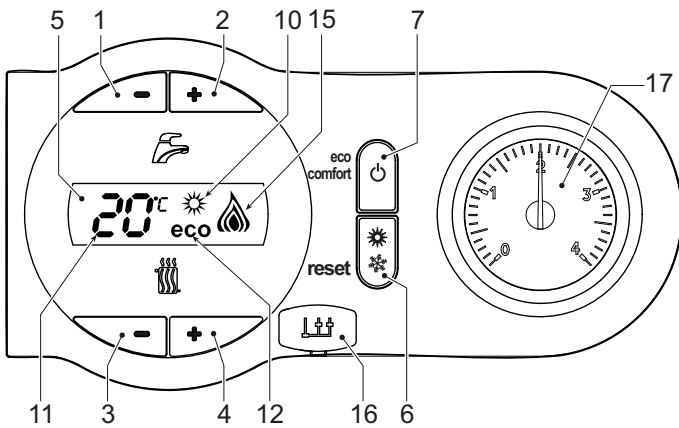
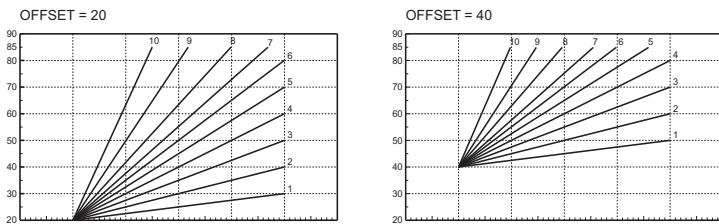

рис. 1 - Панель управления
рис. 6 - Пример параллельного смещения компенсационных характеристик
**Условные обозначения на панели управления рис. 1**
Во время запроса на отопление (направляемого комнатным термостатом или пультом ДУ с таймером)на дисплее отображается фактическая температура в контуре отопления (поз. 11 - рис. 1) и во время ожидания отопления - надпись "d2"
Во время запроса на ГВС (вызываемого потреблением горячей воды ГВС)на дисплее отображается фактическая температура выходящей горячей воды ГВС (поз. 11 - рис. 1) поочередно с надписью "SA" (ГВС) и во время ожидания подачи горячей воды - надпись "d1".
В случае неисправности (см. сар. 4.4) на дисплее отображается код неисправности (поз. 11 - рис. 1) и во время ожидания - надписи "d3" и "d4".
Нажмите кнопку "Вкл/Выкл" (поз. 7 - рис. 1) на 5 секунд.
Когда котел выключен, на электронный блок продолжает подаваться электрическое питание. При этом не происходит нагрева воды для систем отопления и ГВС. Остается активной система защиты от замерзания. Для повторного включения котла снова нажмите кнопку "Вкл/Выкл"(поз. 7 рис. 1) на 5 секунд.
Нажмите кнопку "Лето"/"Зима" (поз. 6 - рис. 1) на 2 секунды.
На дисплее высветится символ "Лето" (поз. 10 - рис. 1); При этом котел будет вырабатывать только воду для ГВС. Остается активной система антизамерзания.
Для выключения режима "Лето" вновь нажмите кнопку "Лето"/"Зима" (поз. 6 - рис. 1) на 2 секунды
Температура в системе отопления регулируется в пределах от 30°C до 85°C с помощью кнопок рис. 1 (дет. 3 и 4 - ); однако, не рекомендуется эксплуатировать котел при температуре ниже 45 °C.
Температура рис. 1в системе ГВС регулируется в пределах от 40°C до 50°C с помощью кнопок (поз. 1 и 2 - ).
Данное устройство может быть отключено пользователем (режим ECO), нажав клавишу eco/comfort (поз. 7 - рис. 1). При работе в режиме ECO на дисплее высвечивается соответствующий символ (поз. 12 - рис. 1). Для включения режима "КОМФОРТ" снова нажмите кнопку "Экономичный"/"Комфорт" (поз. 7 - рис. 1).
В режиме плавающей температуры величина, заданная с помощью кнопок регулировки температуры в системе отопления (Поз.3 - рис. 1), становится максимальной температурой воды, подаваемой в систему отопления. Рекомендуется устанавливать ее на максимальную величину, чтобы позволить системе выполнять регулировку во всем полезном рабочем диапазоне.
При нажатии на 5 секунд кнопки "**СБРОС**" (поз. 6 - рис. 1) открывается доступ в меню "Плавающая температура"; при этом на дисплее мигает символ "CU".
Используйте кнопки регулировки воды ГВС (поз. 1 - рис. 1) для выбора нужной компенсационной характеристики от 1 до 10. При установке характеристики на 0, режим "плавающей температуры" отключается.
При нажатии кнопок регулировки температуры отопления (поз. 3 - рис. 1) открывается доступ к параллельному смещению характеристик; при этом на дисплее мигает символ "OF". Используйте кнопки регулировки воды ГВС (поз. 1 - рис. 1) для параллельного изменения кривых в соответствии с характеристикой (рис. 6).
При повторном нажатии на 5 секунд кнопки "**Сброс**" (поз 6 - рис. 1) осуществляется выход из меню "Плавающая температура".